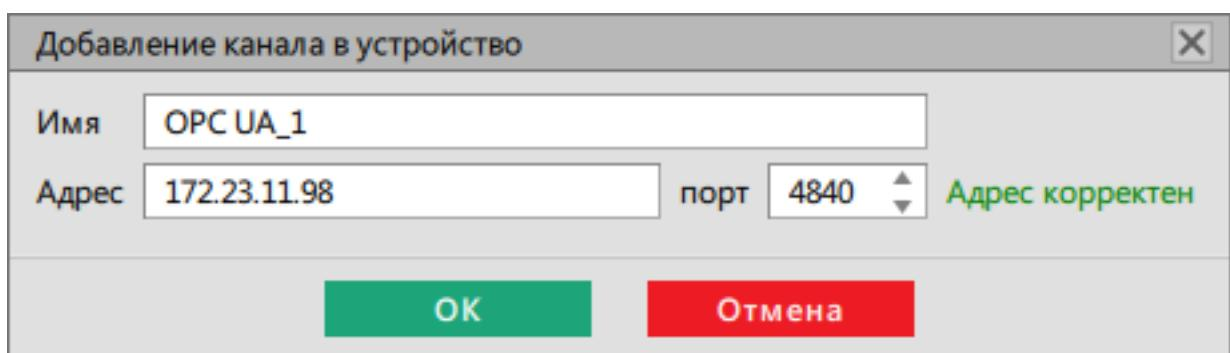

Рисунок 175 - Добавление канала в устройство
6. Укажите имя и реквизиты канала связи, нажмите **OK** (Рисунок 175).